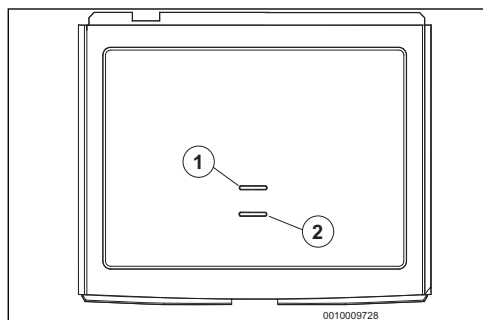

Fig. 16 Módulo emisor
- Mientras la unidad de mando establece la conexión, pulsar la tecla de conexión (imagen 16, pos. [2]) en el módulo emisor durante cinco a diez segundos para conectar el módulo emisor. El LED (fig. 16, pos. [1]) parpadea durante la conexión dos veces en cinco segundos.